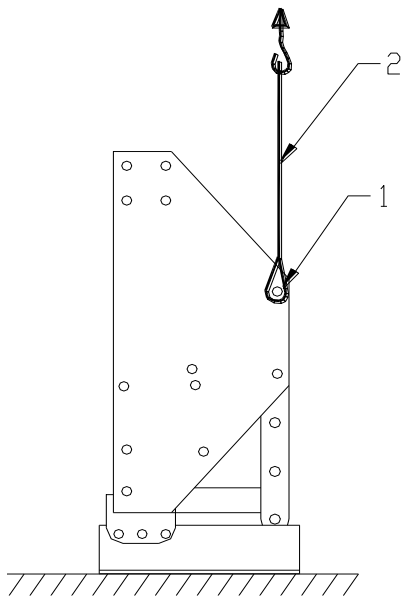

Fig. 1.
De machine wordt geleverd op een pallet. Ga als volgt te werk om de machine achter een tractor te installeren (zie fig. 1, 2, 3, 4, 5, en 6).
2. Bevestig een kabel 2 van $\pm 3,5$ mtr (11") met D- schalmen in de gaten 1 aan beide zijde van de machine, zie fig. 1.
- @ De positie van de rotor bladen en de positie van de rotor in het hoofdframe is cruciaal voor het uiteindelijke werk. Controleer dit voorzichtig aan de hand van fig. 1 t/m 6 en hoofdstuk 12.